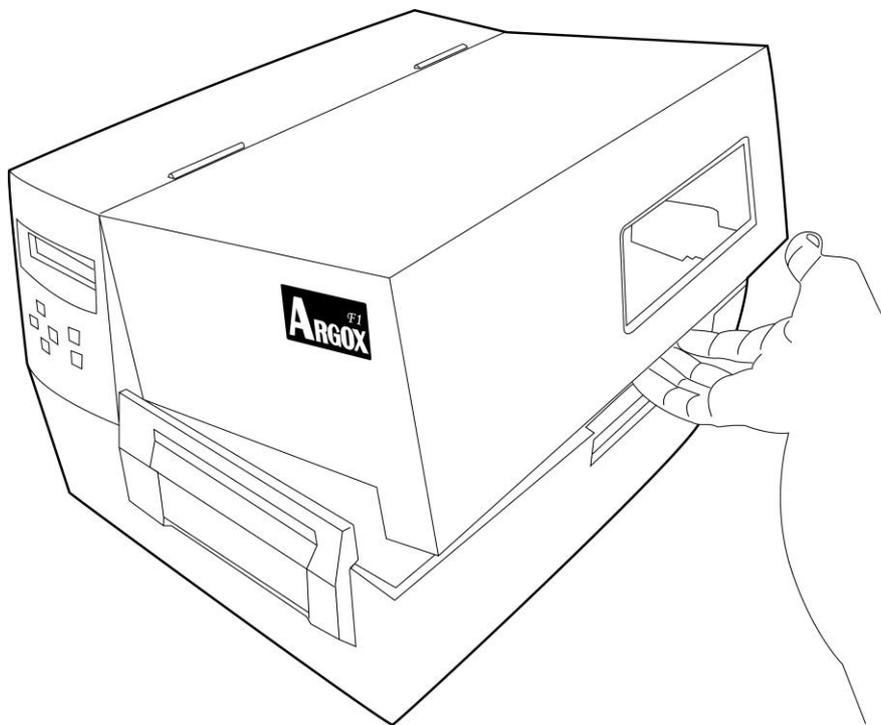

Figura 1
62. Levante las puertas de acceso de las cubiertas posterior y delantera para mostrar el compartimiento del papel (Figura 1)